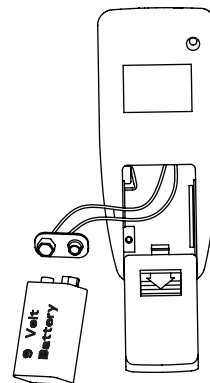

Fig. 25
Étape 2: Retirer le couvercle de la batterie, connecter une batterie de 9V (fournie) en respectant la polarité et remettre le couvercle de la batterie en place (Fig 25).